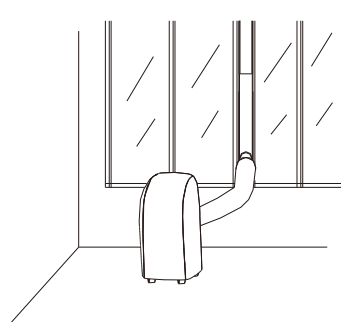

Fig. 11
12. Toda a unidade é montada de acordo com o desenho ilustrado na Fig. 11.